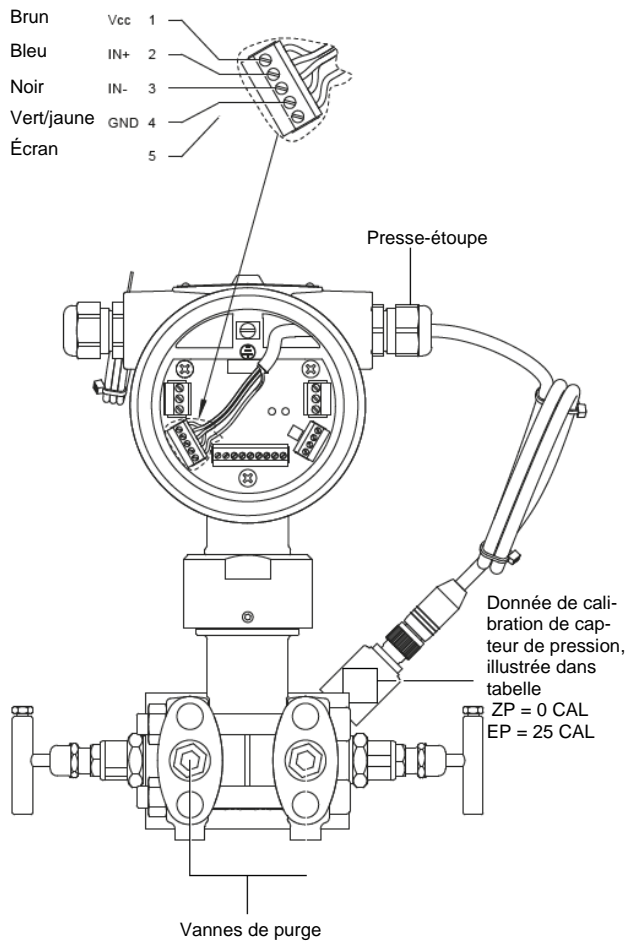

Fig. 36
5. Débranchez le câble de capteur du bornier. Voir Fig. 36.